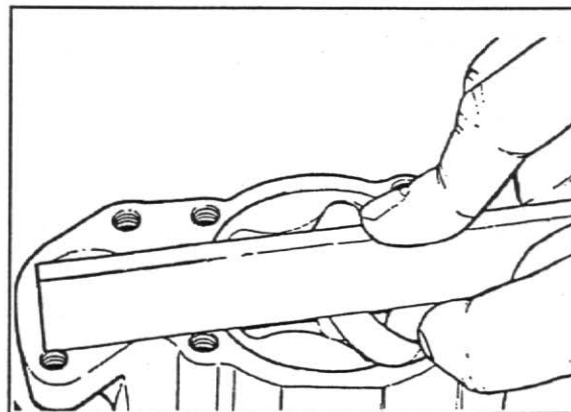

Fig. 11
3. Verifique a folga axial do rotor externo: (S4) 0,013 - 0,063 mm ou 0,0005 - 0,0025 pol; (S4T/S4T Plus) 0,025 - 0,088 mm ou 0,0010 - 0,00346 pol, fig. 11.